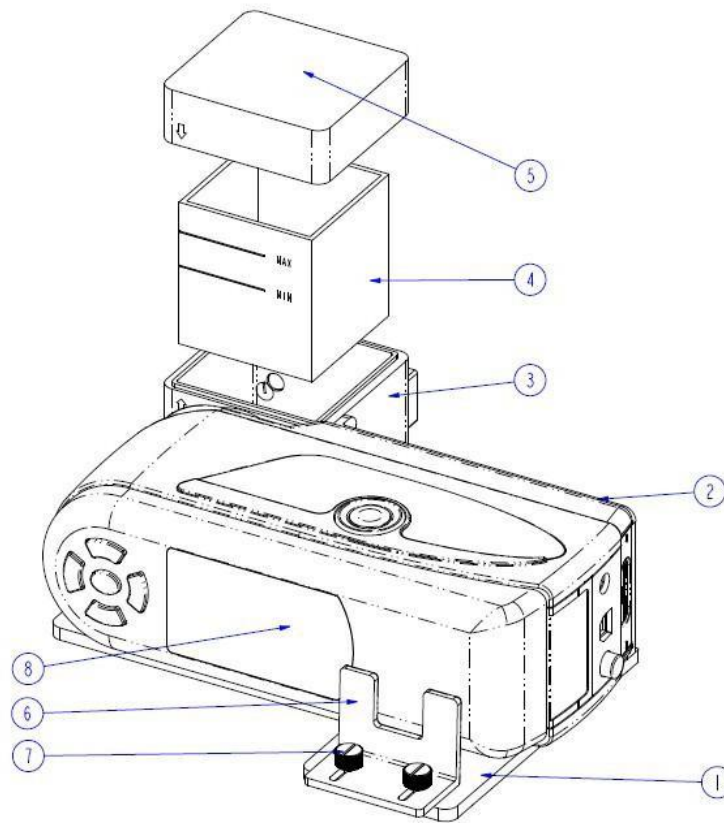
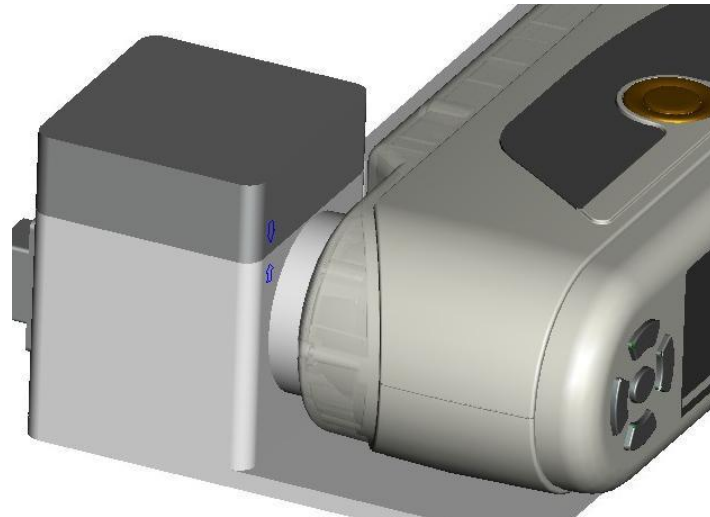

Imagen 2. Ajuste entre el colorímetro y el set de comprobación universal
Imagen 3. La sección de ajuste entre el colorímetro y el set de comprobación
El uso se muestra en la imagen 2.
- i. Coloque el colorímetro según la imagen 2. El puerto de medida se coloca contra el cuadro integrador, como se muestra en la imagen 3. Después, use la 6. Placa fijadora para sujetar el colorímetro y apriete el tornillo 7. Compruebe si el colorímetro está suelto o no. En caso afirmativo, por favor, reajuste el tornillo.
- ii. Ponga la cubeta en el cuadro integrador. Hay dos superficies mates en la cubeta. Tóquelas únicamente cuando ajuste la cubeta, por favor. También hay dos superficies transparentes con el texto "MAX" y "MIN" grabado en ellas. Por favor coloque una superficie contra el puerto de medida del cuadro integrador, como se muestra en la imagen 3.